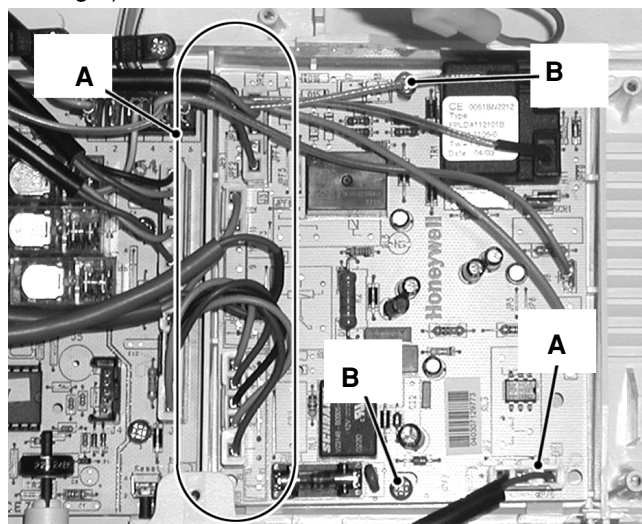
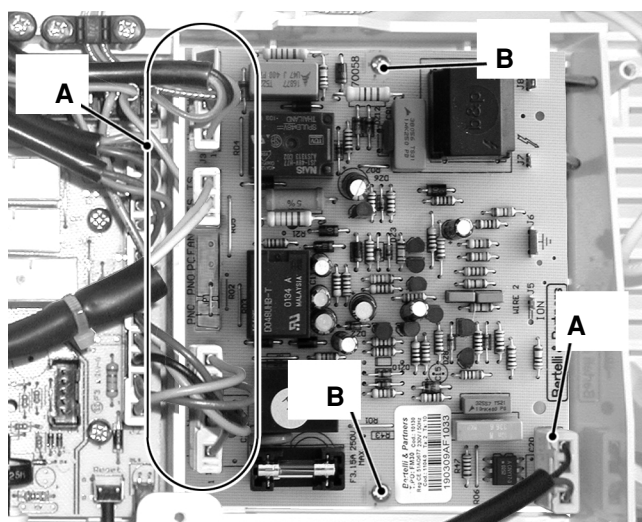

fig. 1 Scheda Honeywell FPLDA
fig. 2 Scheda Bertelli AM30
- 2) Rimuovere tutte le connessioni elettriche A della scheda di accensione - rivelazione fiamma (fig.1-fig.2).
- 3) Togliere le viti B che fissano la scheda al pannello comandi e rimuoverla (fig.1-fig.2).